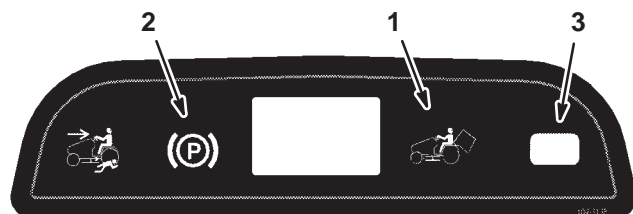

Figure 5
**Remarque :** Le témoin du frein de stationnement s'allume au tableau de bord quand le frein est serré (Fig. 5).
**Remarque :** Le voyant de commande des lames (PdF) s'allume au tableau de bord quand vous embrayez les lames comme illustré à la Figure 5.
Quand le bac à herbe a besoin d'être vidé, le témoin s'allume (Fig. 5) et une sonnerie se fait entendre.